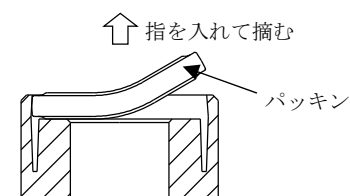
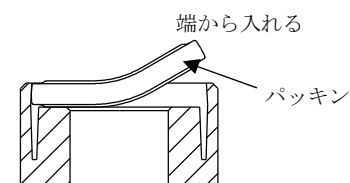

図 7. パッキン取出方法
図 8. パッキン挿入方法
- ①-2. パッキンは中に指を入れて、摘むようにして引き抜いてください(図 7)。
②組付手順
- ②-1. パッキンを図 7 のように端から挿入し、パッキンとノズルチップが接するまで押込んでください(図 8)。